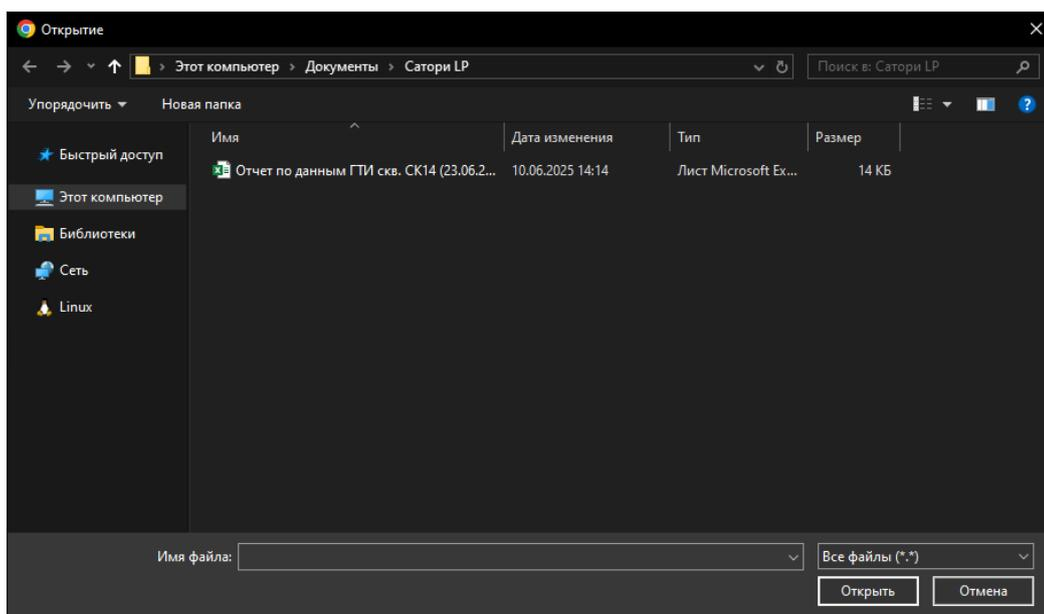

Рис. 2.6
- отображение списка документов, привязанных к стволу. Можно добавить документ, нажав на кнопку **Добавить** и выбрав документ в стандартном диалоговом окне (рис. 2.6). После выбора документа отобразится его название (рис. 2.7).